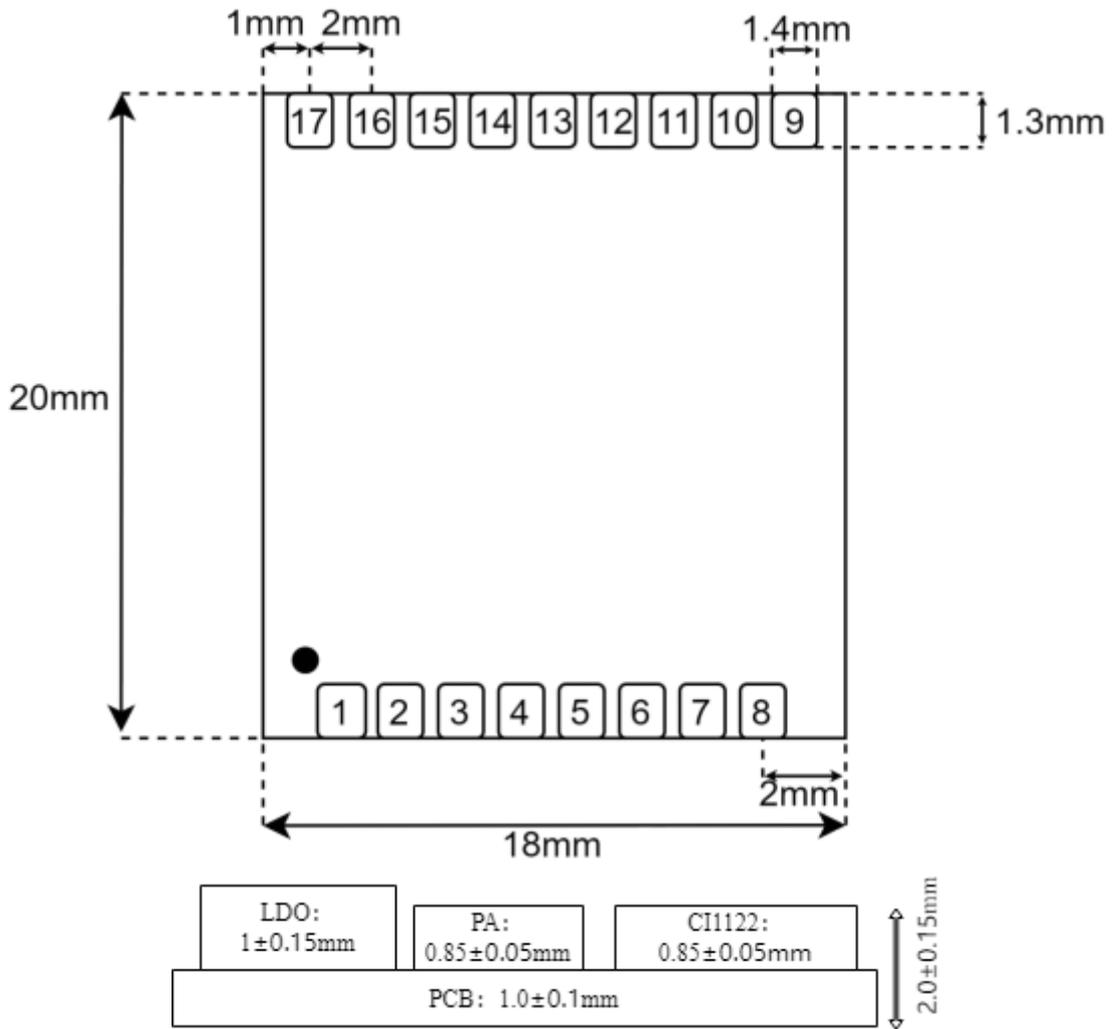
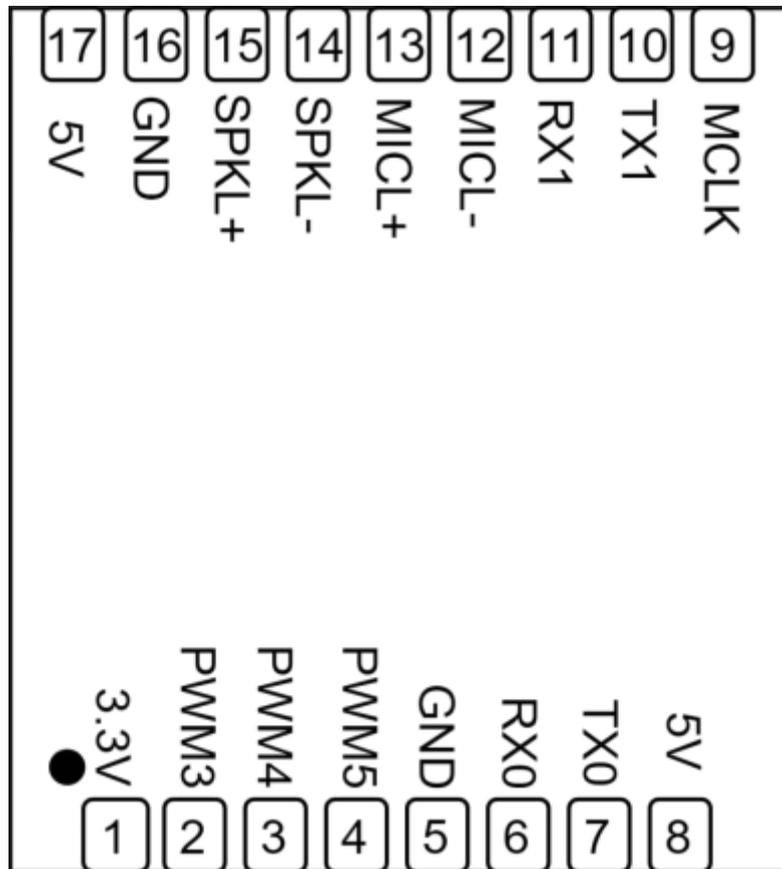

图5 模块尺寸图
图6 模块引脚图
如图5所示，用户可根据此尺寸设计结构。
3. UART0接口可用于模块固件升级，底板上请设计对应的插针方便后续升级；UART1接口与主控MCU通讯，PWM信号主要应用于灯控和红外控制信号的收发，引脚顺序请参考图5和图6。本模块的所有UART接口均可配置为GPIO口。